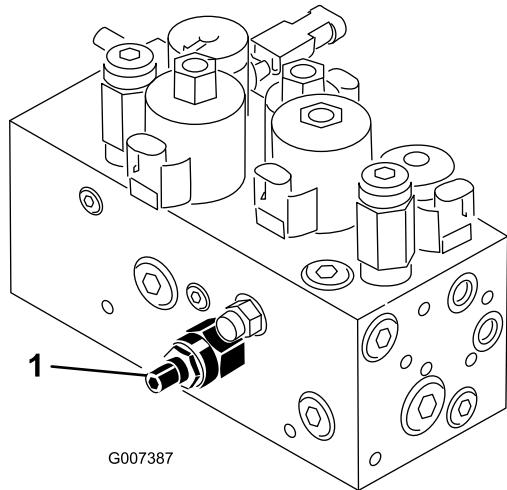

Figure 59
Le circuit de relevage/descente des plateaux de coupe de cette machine est muni d'un régulateur de débit (Figure 59). Celui-ci est ouvert en usine d'environ 3 tours. Cependant, un réglage est parfois nécessaire pour compenser les différences de températures de l'huile hydraulique, de vitesses de tonte, etc. Dans ce cas, procédez comme suit :
1. Soulevez le siège et trouvez le régulateur de débit du cadre de traction central (Figure 59) situé sur le côté du collecteur hydraulique.